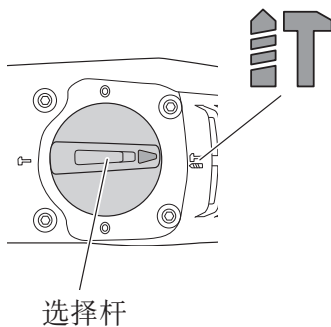

图 9
(1) 切换至“旋钻+锤击”状态
- (b) 如图 9 所示，将选择杆的 ▲ 对准曲柄盖座上的 IT。